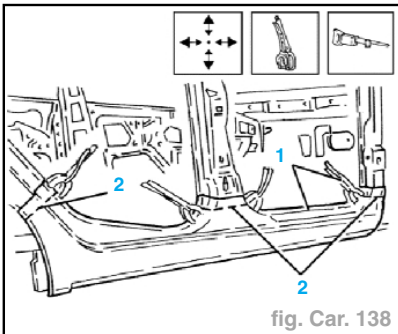

fig. Car. 138
- Présenter la pièce sur la coque et la bloquer au moyen des pinces autobloquantes à la coque (1) (fig. Car. 138).